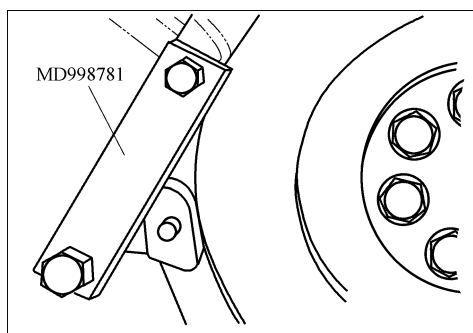

图 2-11 拆卸曲轴螺栓
(1) 拆卸曲轴螺栓
- ① 用专用工具固定飞轮。
- ② 拆卸曲轴螺栓如图 2-11 所示。
(2) 安装的检修点